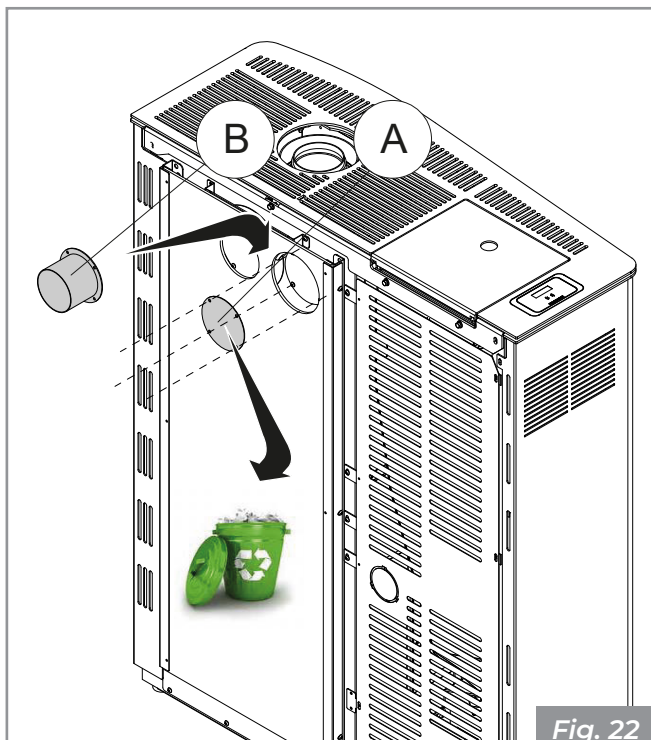

Fig. 22
Per poter collegare la stufa all'impianto di riscaldamento canalizzato è necessario togliere il tappo posteriore (A) e montare il tubo da diametro 80 mm (B) in dotazione (Fig. 22).